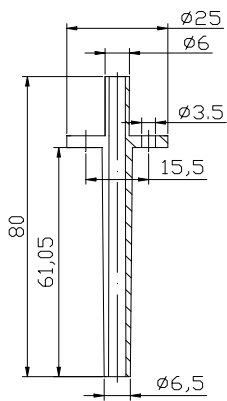
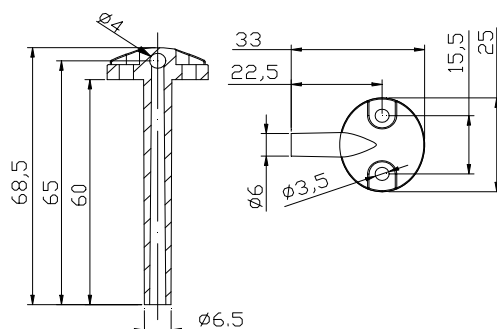

图 5: 连接件 1003
图 6: 连接件 1009
1. 先安装连接附件，如图 5 或图 6。每个附件用 2 枚螺丝固定安装在现场引压处，较长端(约 60mm)插入引压处。要注意插入后需要将开孔缝隙重新密封，以免系统漏气。